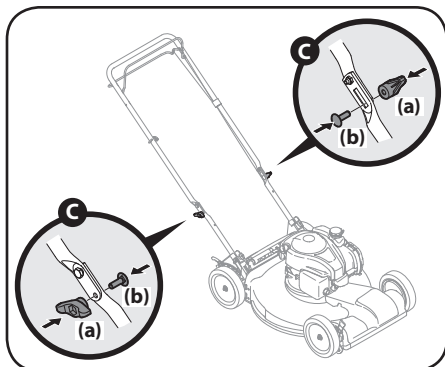

Figure 2-5
- c. Insérez les écrous papillon (a) et les boulons de carrosserie (b) retirés à l'étape 2 dans les trous inférieurs de la poignée. Voir Figure 2-5.